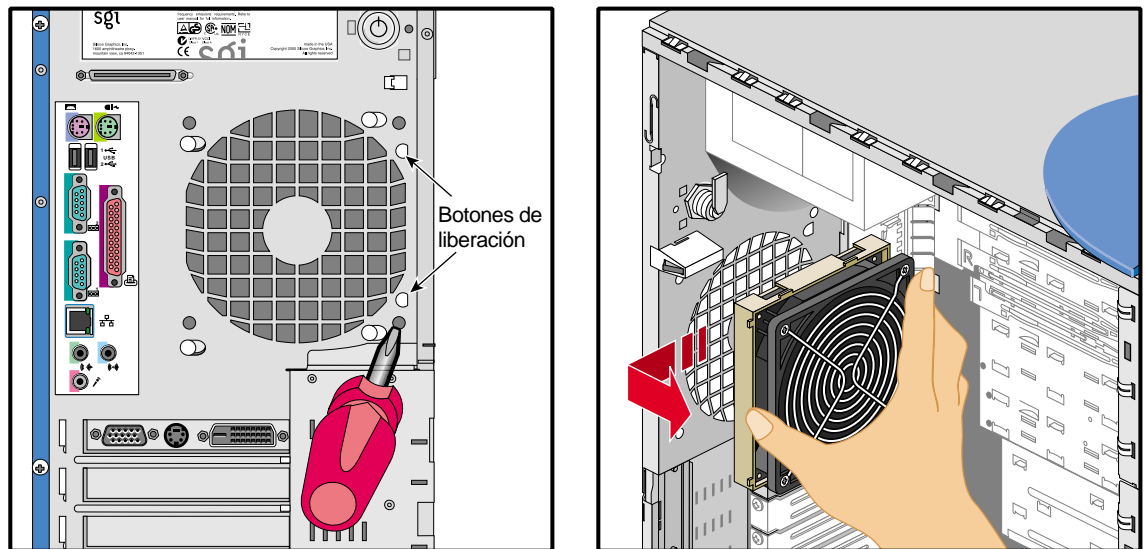

Figura 2-16 Desenganche de los botones de liberación y extracción del ventilador posterior
5. Localice los dos botones de sujeción del ventilador en la parte trasera del panel posterior, como se muestra en la Figura 2-16.
6. Con una herramienta en punta (como un destornillador Phillips), presione sobre uno de los botones de liberación mientras tira del ventilador hacia arriba hasta que el botón de liberación se suelte de la muesca. Mantenga la presión ascendente sobre el ventilador y presione el segundo botón hasta que pueda retirar el ventilador del chasis. En la Figura 2-16 se muestra el procedimiento.